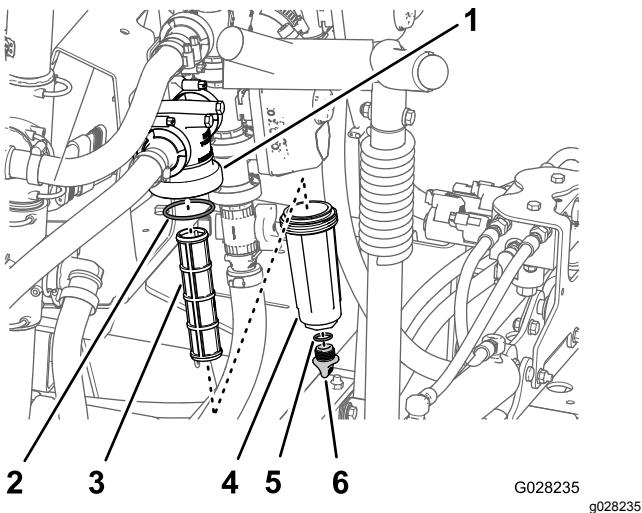

Figura 101
2. Coloque un recipiente de drenaje debajo del filtro de presión (Figura 101).
3. Gire el tapón de vaciado en sentido antihorario y retírelo de la cubeta del filtro de presión (Figura 101).
4. Enrosque la cubeta en sentido antihorario y retírela de la cabeza del filtro (Figura 101).
5. Retire el elemento usado del filtro de presión (Figura 101).
6. Inspeccione la junta tórica del tapón de vaciado (situada dentro de la cubeta) y la junta tórica de la cubeta (situada dentro de la cabeza del filtro) en busca de daños o desgaste (Figura 101).
7. Instale el elemento nuevo del filtro de presión en la cabeza del filtro (Figura 101).
8. Instale la cubeta en la cabeza del filtro, y apriétela a mano (Figura 101).
9. Instale el tapón en la cubeta, y apriételo a mano (Figura 101).